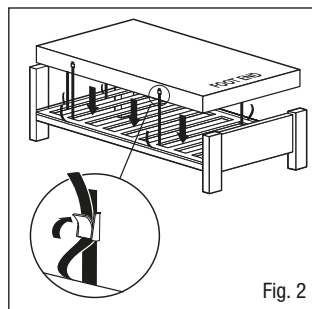

Fig. 2
3. Fastgør madrassen til sengebunden ved hjælp af de justerbare stropper - før stropperne gennem sengestellets madrasplatform og fastgør spænderne (Fig. 2), så de ikke hindrer de bevægelige komponenter på elektriske senge. Dette er vigtigt, da det forhindrer, at madrassen løsnes fra sengestellet og forårsager eventuelle personskader. Et sæt stropforlængere kan leveres til brug ved boksmadrasser (delnummer 11062).